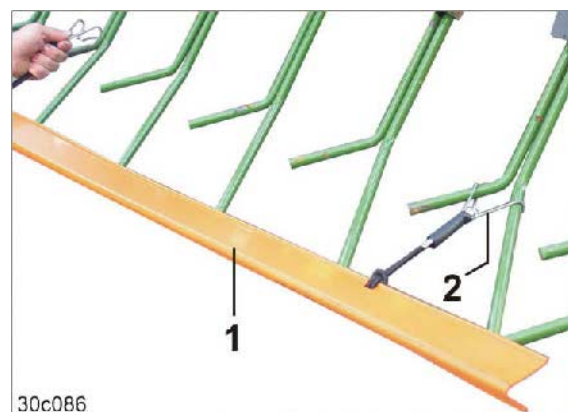

Рис. 140
1. Отсоедините пружинные держатели (Рис. 140/2) и снимите многочастные планки безопасности (Рис. 140/1).